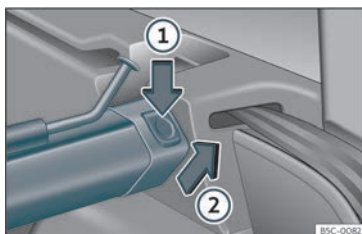

Fig. 122 Na bagageira: desmontar a rede de separação.
- Pressione o botão de desbloqueio esquerdo ou direito»» Fig. 122 no sentido da seta ①.
- Retire a carcaça do suporte no sentido da seta»» Fig. 122 ②.
- Pressione a carcaça nos suportes esquerdo e direito no sentido contrário ao da seta »» Fig. 122 ② até que encaixe.